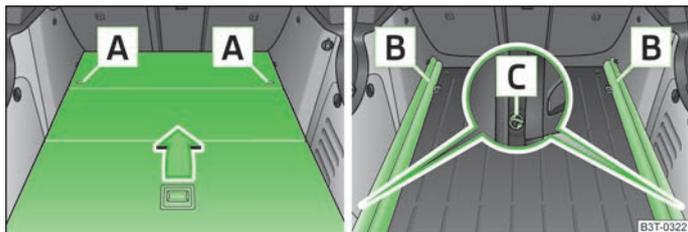

Fig. 72 Bagageira: desmontar o piso de carga variável / desmontar as calhas de suporte
- Desbloqueie o piso de carga variável rodando os olhais de fixação **A** » Fig. 72 aprox. 90° para a esquerda.